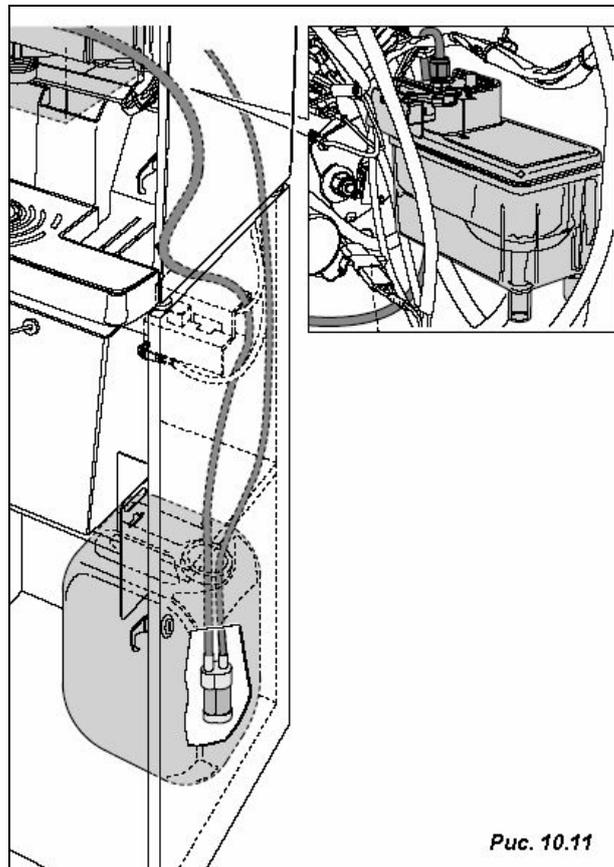

Рис. 10.11
10.1.4 Насос в сборе (Рис. 10.11)